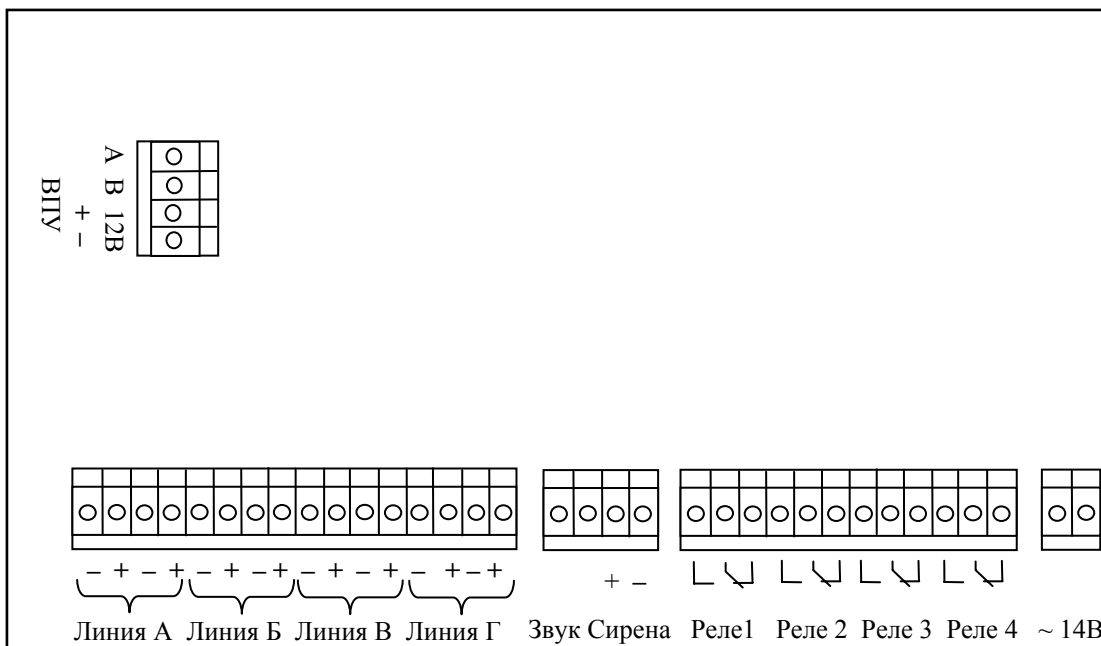

Рис. 8. Расположение клемм подключения на системной плате АКП.
7.1.3. Схемы подключения АУ приведены в их руководствах по эксплуатации. Расположение клемм подключения на системной плате прибора представлено на рис.8.